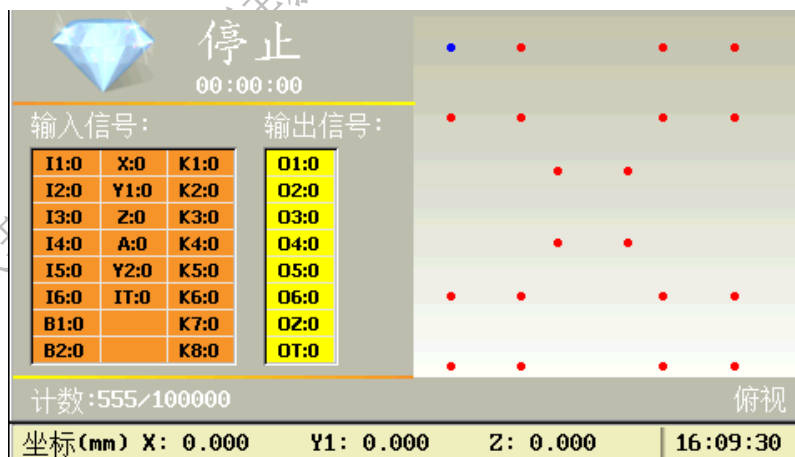

图 0.36 在当前加工文件里调用“被调用文件”的程序运动预览轨迹俯视图
2.加工位置以当前坐标为起点。将“调用文件号”对应文件（即“被调用文件”，假设里面有 n 个螺丝孔位编程点）里面的数据“借用”到当前工程文件中来使用，系统在运行到当前加工文件里的“调用文件编程点”后，机器打螺丝时，第1个螺丝孔位点坐标值为“调试文件”窗口选择“2.加工位置以当前坐标为起点”时“电批头”所在位置坐标，第2到第 n 个螺丝孔位点相对于“被调用文件”中的第2到第 n 个螺丝孔位点，其对应的 X、Y（指 Y1 或 Y2）、Z 坐标值各自偏移一个偏移量（“被调用文件”里面的第1个螺丝孔位编程点的 X、Y、Z 坐标值分别与用户在“调试文件”窗口选择“2.加工位置以当前坐标为起点”时“电批头”所在位置对应的 X、Y、Z 坐标值的差的绝对值），但是各螺丝孔位间的相对位置不变。此功能与“调用子程序”原理一样。【“调用文件”案例：“被调用文件”的程序截图如错误！未找到引用源。所示。“被调用文件”的程序运动预览轨迹俯视图如图 0.32 所示。在“调用文件”窗口选择“2.加工位置以当前坐标为起点”时，当前加工文件里调用“被调用文件”的程序截图如图 0.35 所示。在当前加工文件里调用“被调用文件”的程序运动预览轨迹俯视图如图 0.36 所示。